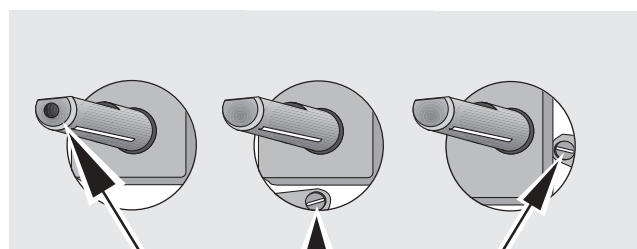

Рис. 7
- Тонкой отверткой отрегулируйте положение винта обводного клапана (см. Рис. 7 - "а"). При переоборудовании панели с природного на сжиженный нефтяной газ (LPG) плотно затяните винт, вращая его по часовой стрелке так, чтобы получилось небольшое стабильное пламя.